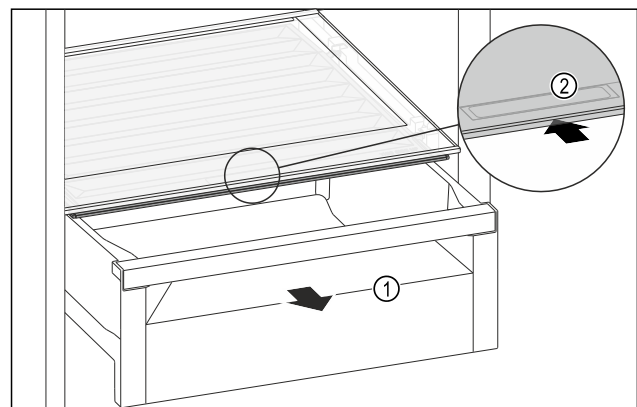

Fig. 143
- ▶ Schubfach Fig. 143 (1) herausziehen.
- ▶ Griffmulde Fig. 143 (2) am Fachdeckel anfassen und Fachdeckel gleichzeitig nach hinten schieben.